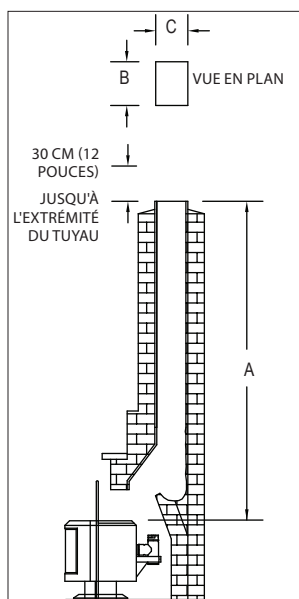

Figure 8
3. Mesurer et enregistrer les dimensions comme illustré à la **Figure 8**.